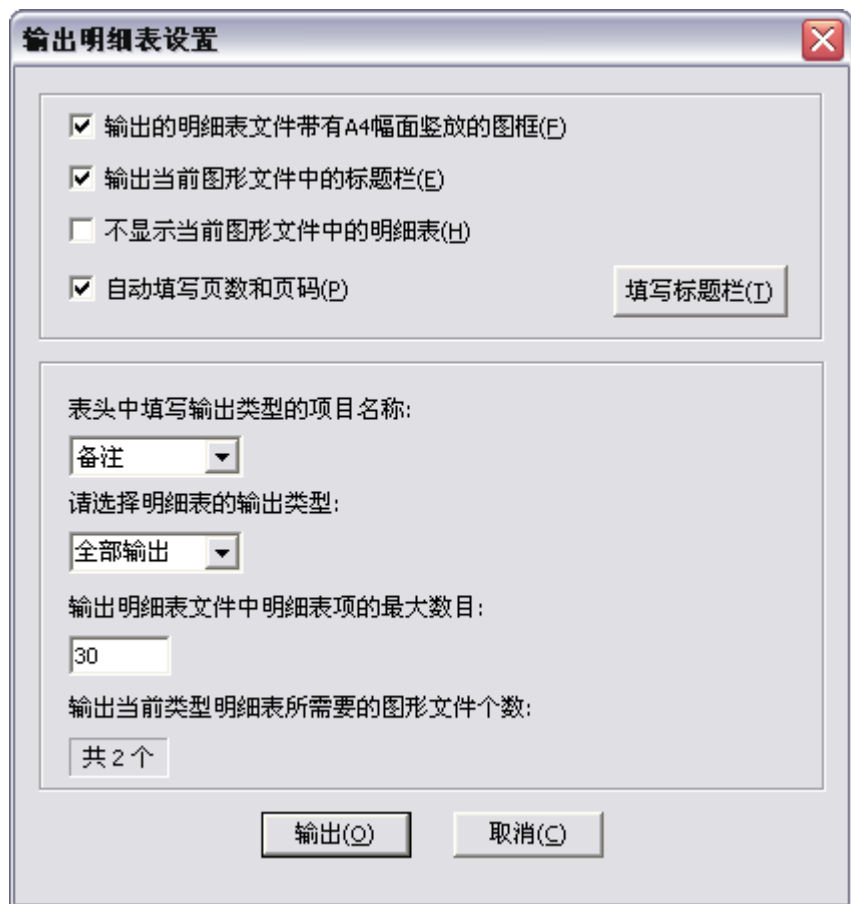

图 5-26 输出明细表设置对话框
- 调用【输出明细表】功能后弹出如图 5-26 所示对话框。